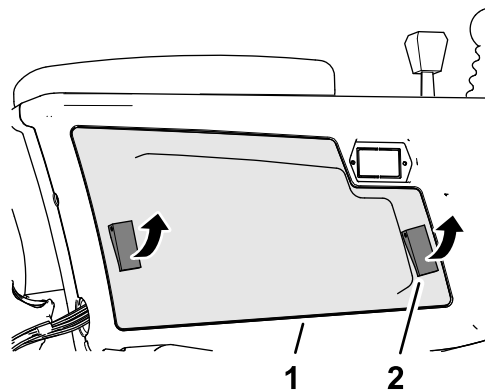

図 99
2. コントロールアームのカバーをコントロールアームに固定しているラッチ 2ヶ所を解除してカバーを外す 図 99。